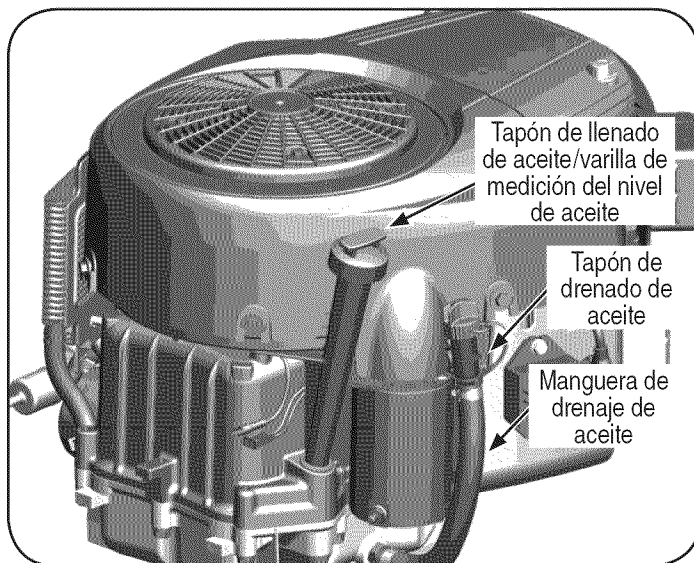

Figura 28
2. Retire el tapón de llenado de aceite/la varilla de nivel de aceite del tubo de llenado. Vea la Figura 28.